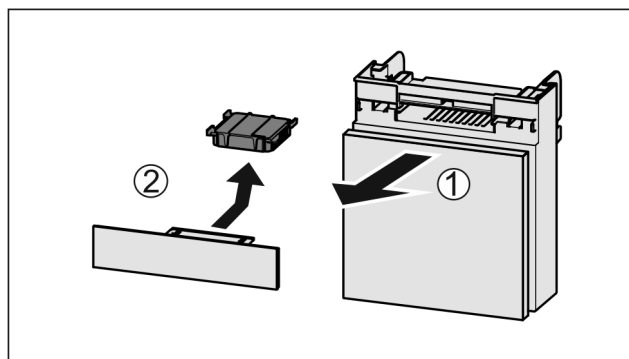

Fig. 172
- Trekk ut Fig. 172 (1) hyllen fremover.
- Ta ut Fig. 172 (2) aktivkullfilteret.